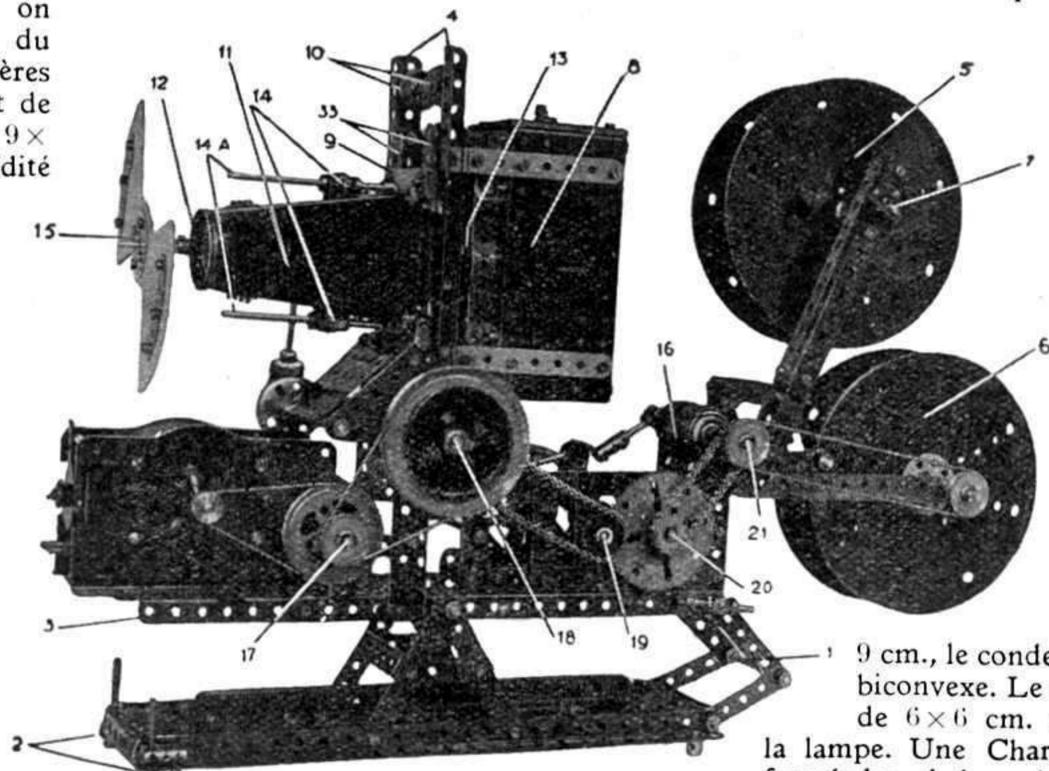

Fig. 1. — Vue générale de l'appareil de projection cinématographique construit en pièces Meccano.
Pour construire l'appareil, on procède d'abord au montage du pied formé de quatre Cornières de 32 cm., deux de 24 cm. et de deux Plaques à Rebords de 9 x 6 cm., lui donnant la rigidité nécessaire. Un support en forme d'A, formé de quatre Bandes de 9 cm., deux de 5 cm. et deux Bandes Cou-dées de 60 x 12 mm., maintient l'appareil sur son pied. L'examen de la figure 1 montre, clairement, de quelle façon il est monté.
Les deux montants 4, formés de quatre Cornières, deux de 14 cm. et deux de 24 cm. (voir fig. 1 et 2), supportent un arbre principal 18, mettant en mouvement d'une part l'obturateur, d'autre part les mécanismes d'entraînement; la lanterne 8, le couloir passe-vue 9 et l'objectif 11, celui-ci servant de support à l'obturateur 15.
Sur la Tringle de la bobine débitrice 5, une manivelle 7, formée d'un Accouplement et d'une Tringle, sert à enrouler le film, une fois la projection terminée (voir fig. 1 et 3).
La bobine débitrice n'est soutenue que d'un seul côté par un bras formé par 4 Cornières, dont deux de 19 cm., renforcées par deux de 14 cm. permettant la mise en place du film. Un Bras de Manivelle double sert de coussinet à l'axe de la bobine 5 et est vissée au bras par 2 Boulons de 19 mm. dont on aperçoit les écrous au-dessus et en dessous de la manivelle 7 (fig. 1).
La lanterne 8 (fig. 1 et 2), est montée sur charnières. Elle est formée de deux Plaques à Rebords de 14 x 6 cm. pour les côtés et d'une Plaque sans Rebords de 14 x 6 cm. pour l'arrière. L'avant de la lanterne est constitué par une plaque de carton de 14 x 6 cm. au milieu de laquelle on aura soin de percer un trou rond d'environ 35 mm. devant lequel sera maintenu, à l'aide de deux Bandes de 9 cm., le condensateur 13 bordé d'une lentille biconvexe. Le dessus est une plaque de carton de 6 x 6 cm. supportant la douille à vis de la lampe. Une Charnière 29 maintient la lanterne fermée lors de la projection. L'intérieur de la lanterne sera tapissé de carton mince.
5. Cornière n° 3 (fig. 1).